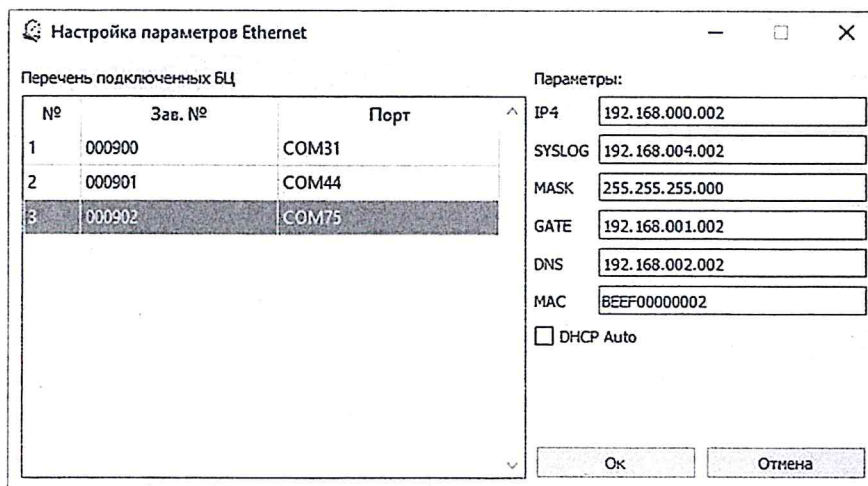

Рисунок 54 – Окно «Настройка параметров Ethernet»
- в появившемся окне «Настройка параметров Ethernet» (рисунок 54) выбрать требуемый БЦ из перечня подключенных БЦ;